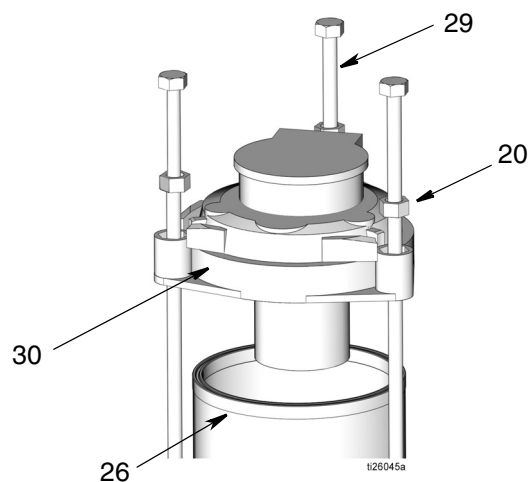

FIG. 58
12. Installare il coperchio sulla guarnizione del serbatoio (26). Installare il distanziale (20) e i tiranti (29) (FIG. 58).